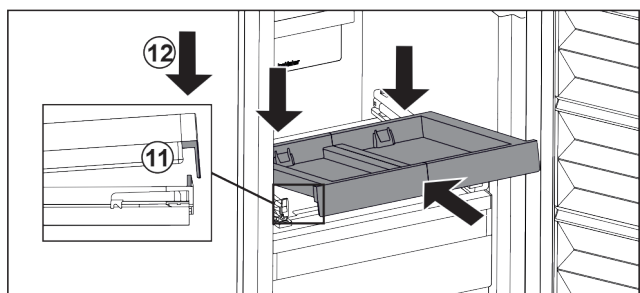

Fig. 22
- ▶ Вставити навскоси. Звертайте увагу, щоб з обох боків упор був за накладкою. Fig. 22 (11)
- ▶ Витяжну панель опустити спереду. Fig. 22 (12)